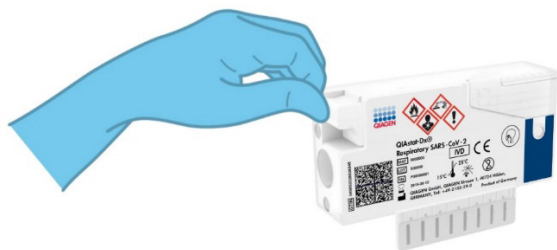

Figura 10. Chiusura dello sportellino del campione della porta tampone.
7. Chiudere saldamente lo sportellino del campione della porta tampone finché non scatta (Figura 10).